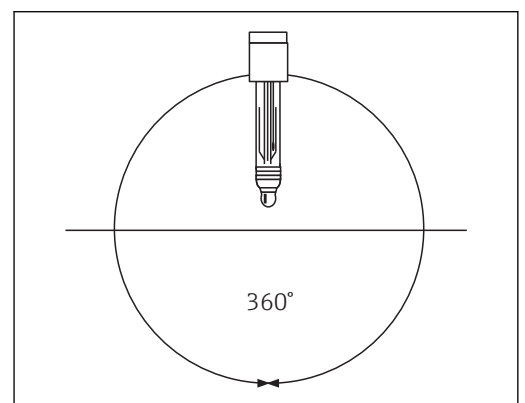

图 4 BU 型电极允许采取任意安装角度
2. 安装 ISFET 芯片，使得芯片安装位置与介质流向呈 30...45° (图 4) .